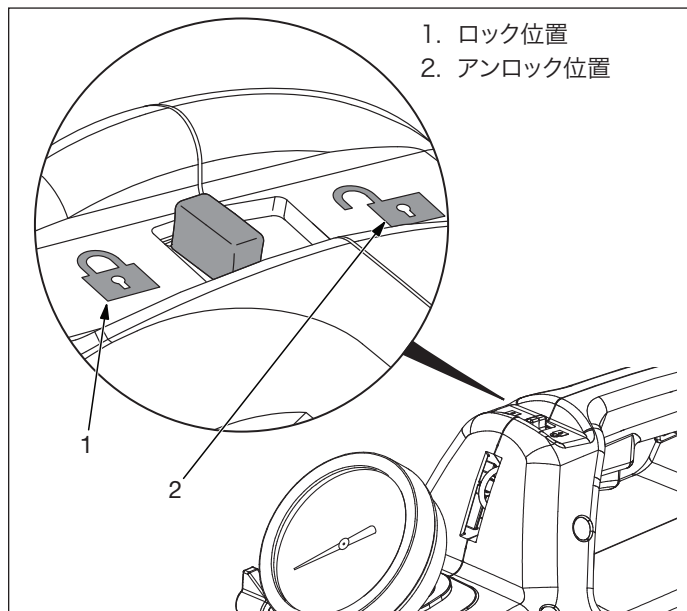

図8:トリガーロック
1. トリガーロックがロック位置になっていることを確認してください。図8を参照してください。
1. トリガーロックを外すには、トリガーロックの制御部を右側にスライドさせ、アンロックのアイコンに近づけます。図8を参照してください。
2. 圧力ゲージがゼロ (0) bar/psiを示していることを確認します。すべての油圧が完全に解放されていることを確認してから手順を進めてください。圧力が少しでも残っている場合、セクション8.3に記載されている手順で圧力を解放します。
3. トリガーロックをロック位置へ動かします。図8を参照してください。
8. トリガーロックをアンロック位置へ動かします。図8を参照してください。